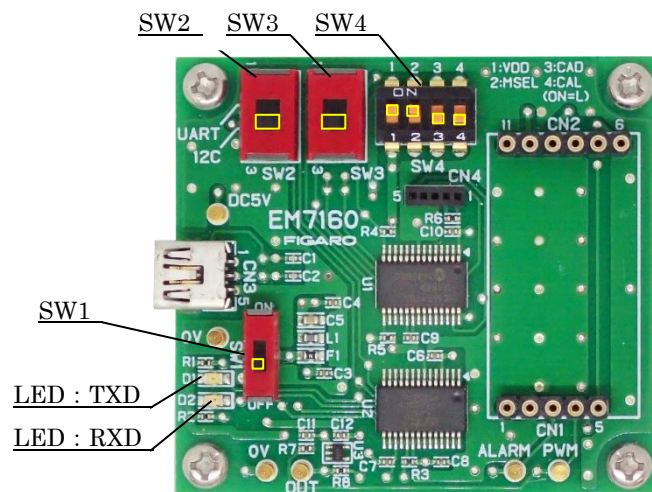

图 2 I2C 通信设定
- SW2、SW3 : 设定为 I2C (图 2 中为下方)
- SW4-1、SW4-2: 设定为 ON (图 2 中为上方)
- SW4-3、SW4-4: 设定为 OFF (图 2 中为下方)